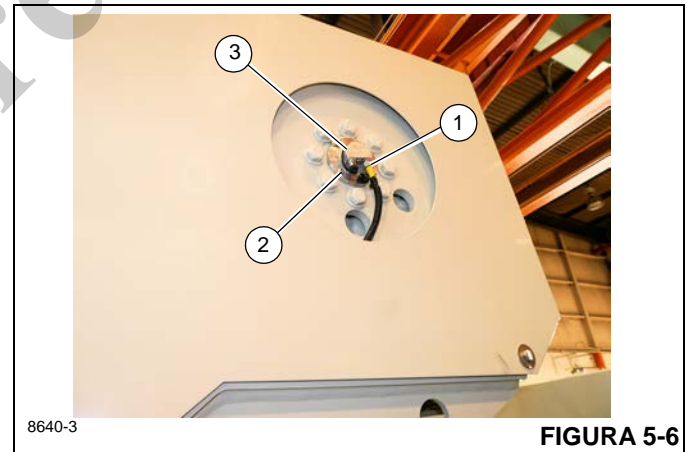

FIGURA 5-6
1. Suelte el collar del conector y desenchufe el cable del DRI (1, Figura 5-6).
2. Saque los dos tornillos retenedores (2).
5. Meta el DRI en el tambor de modo que la muesca quede alineada con el respiradero (3, Figura 5-6).
6. Fije el DRI con los tornillos retenedores (2, Figura 5-6).